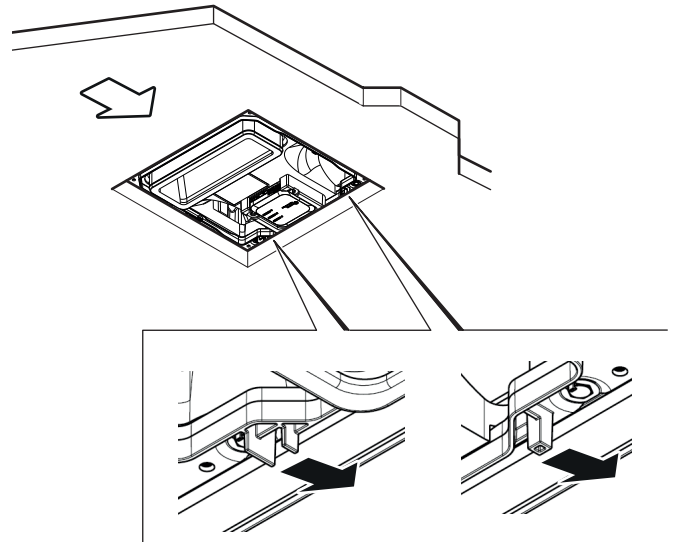

Abb. 11
- ▶ Zur Ausrichtung die beiden Positionierungsnasen an der Außeneinheit als vorderen Anschlag benutzen (Abb. 11). Die Außeneinheit muß danach soweit nach hinten versetzt werden, daß die Schraublöcher für den Montagerahmen zugänglich sind.